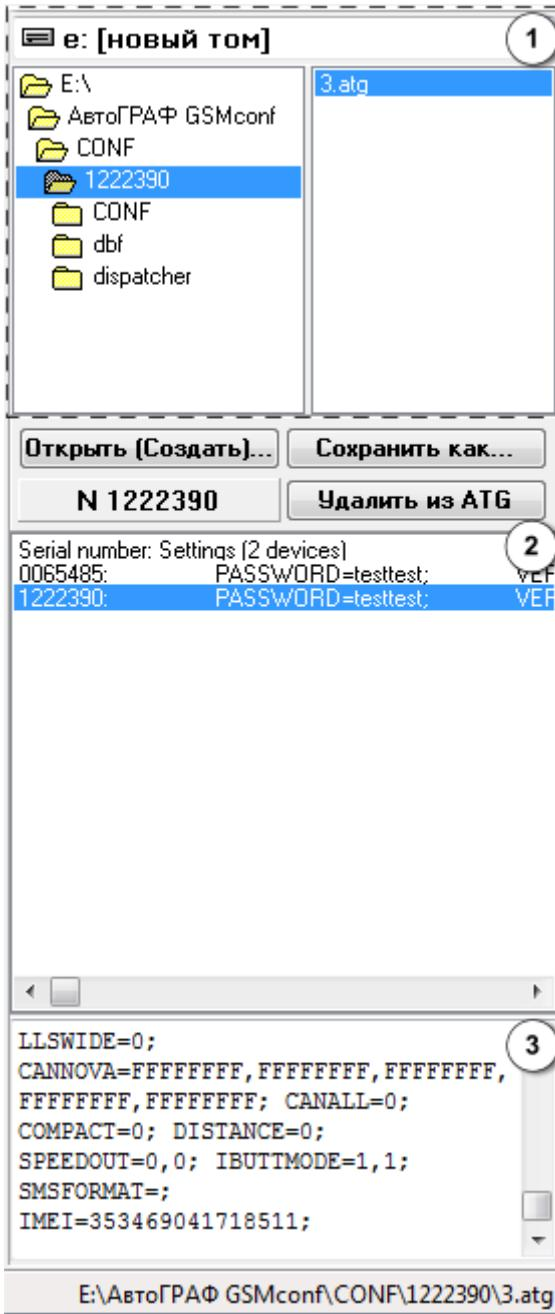

Рис.5 – ATG браузер.
- В верхней части браузера (рис.5, поле 1) выберите нужный файл с настройками. Дважды нажмите на файл левой кнопкой мыши, файл откроется. Вы также можете открыть ATG файл, нажав кнопку **Открыть (создать)** и выбрав в появившемся окне нужный файл.